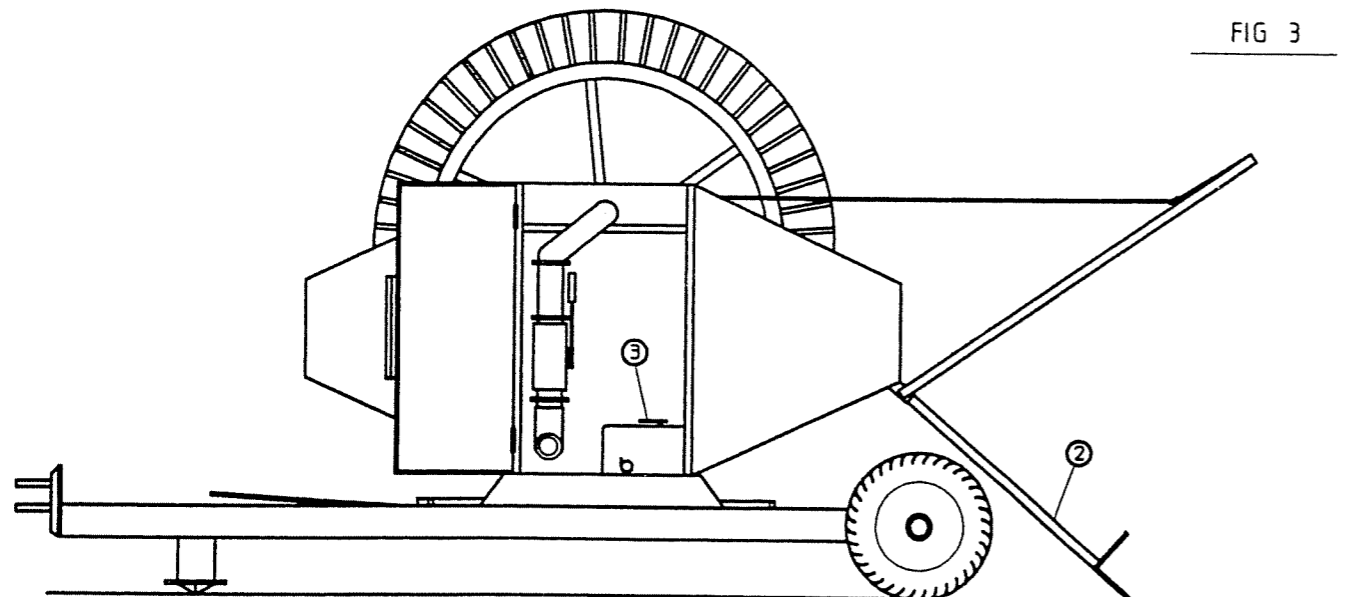

FIG 3
- * 4 Das Stützbein wird niedergelassen und in die Erde gestemmt. (Fig 3, Pos. 2.)
- * 6 Der Einrückhebel wird in "0" ("FREI") gesetzt (Fig 3, Pos. 3.)